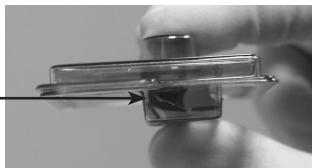

Fig.2
- 2 / Place the pack with the blade side down (2A) and remove the top of the pack (2B). **Fig.2**
- 2 / Placer le pack de façon à ce que le côté de la lame soit en bas (2A) et ouvrir la partie supérieure du pack (2B). **Fig.2**
- 2 / Coloque el conjunto con el lado de la cuchilla hacia abajo (2A) y retire la parte superior de la caja (2B). **Fig.2**